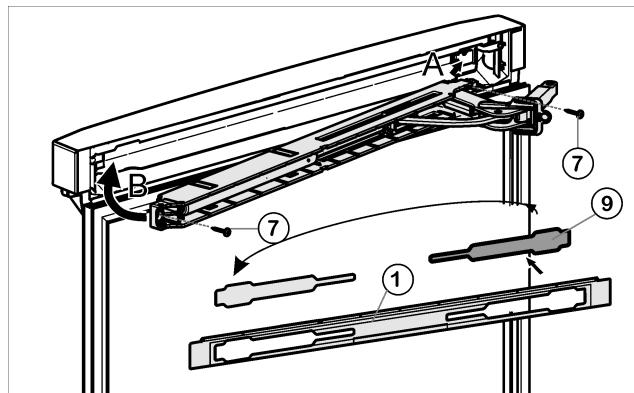

Fig. 16
- Suelte la cubierta *Fig. 16* (9) del panel *Fig. 16* (1) y vuélvala a colocar en el otro lado.
- Enganche (A) la unidad de amortiguador de cierre superior con la articulación en el lado de la bisagra y gírela hacia dentro (B).
- Atornille la unidad de amortiguador de cierre (2 Torx® 15) *Fig. 16* (7).